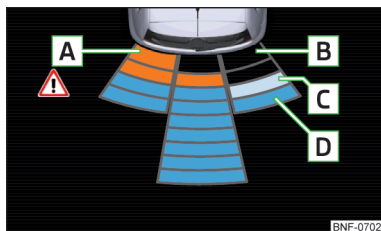

Fig. 98
### Visning på skærmen » Fig. 98
- A** En forhindring, der registreres i kollisionssområdet, vises ved hjælp af det orange segment » Fig. 98. 🚫 **Kør ikke videre!**
- ▶ Ved at berøre multifunktionssystemets skærm med fingeren » Fig. 98